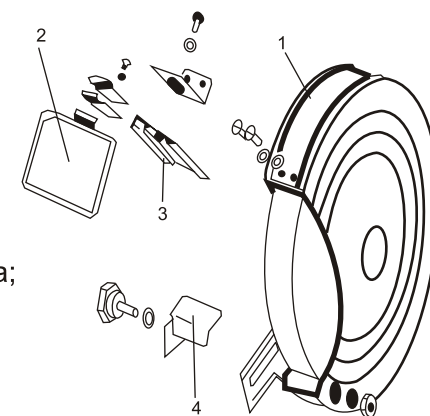

Рис. 2
6.3 Установите упоры и защитные стёкла как показано на рис. 2.